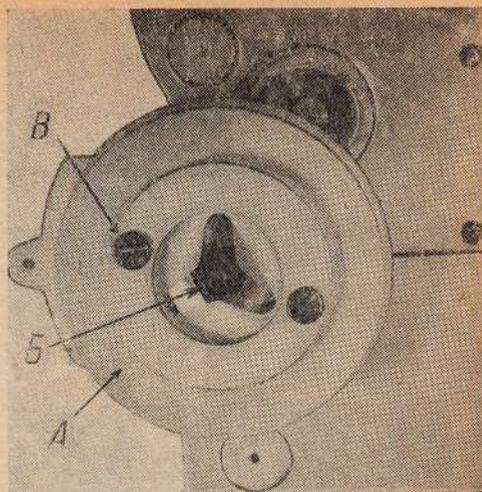
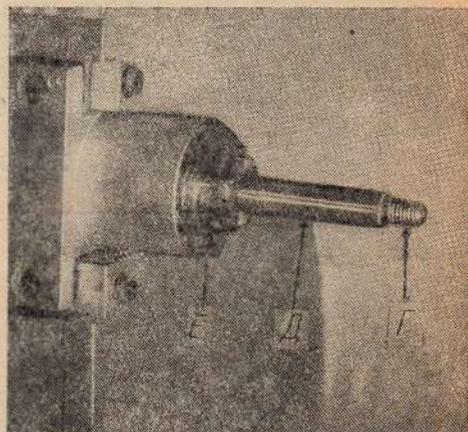

Рис. 1.
Рис. 2
Для проверки легкости хода гладкого барабана (вращающегося фильмового канала) следует снять кожух стабилизатора, удалить гайку В и масляный стабилизатор А (рис. 1), отвести от гладкого барабана прижимной фетровый ролик и медленно вращать рукой вал за нарезанный участок Г (рис. 2). Шарикоподшипники при этом должны вращаться с равномерным трением, чтобы при любом угле поворота не было заеданий.
Для большей точности проверки можно намотать на вал (рис. 2 — на место посадки масляного стабилизатора) тонкую нить, к концу которой подвесить грузик в 20—30 г.
Одновременно нужно следить за тем, чтобы не было сколько-нибудь заметного на-глаз боя (эксцентricности) вала гладкого барабана Д (рис. 2) в том месте, где садится стабилизатор. Так как нормальный бой (0,02 мм) невооруженным глазом не обнаруживается, то всякий заметный на-глаз бой является уже ненормальным и должен быть при ремонте устранен.
С течением времени из-за утечки масла в масляном стабилизаторе количество масла может значительно уменьшиться, поэтому его необходимо периодически проверять. Для этого стабилизатор кладут пробками вверх на горизонтальную поверхность и осторожно вывертывают пробки *Е* (рис. 2). В отверстия должно быть видно масло, а если приподнять стабилизатор за край со стороны одного из отверстий на 2,5—3 см, то другое отверстие должно наполниться маслом до краев. Если этого не случится, то следует долить масло, оставив при этом немного воздуха.
5. Удалить с обоих подшипников маслоулавливающие крышки Е (рис. 2).